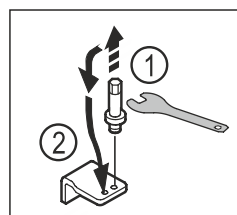

Fig. 21
- Svitare il perno del blocco inferiore di supporto con una chiave a esagono SW5. Fig. 21 (1)
- Inserire il perno sul lato opposto. Fig. 21 (2)